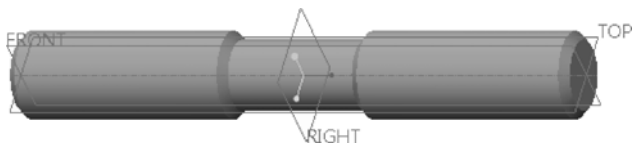

图 6-11 原始模型
① 在“快速访问”工具栏中单击“打开”按钮，弹出“文件打开”对话框，选择“bc_6_hswp_2.prt”配套文件，然后在“文件打开”对话框中单击“打开”按钮。在打开的该文件中存在着如图 6-11 所示的原始模型。接着将在该模型中创建外螺纹，使之成为螺杆零件。